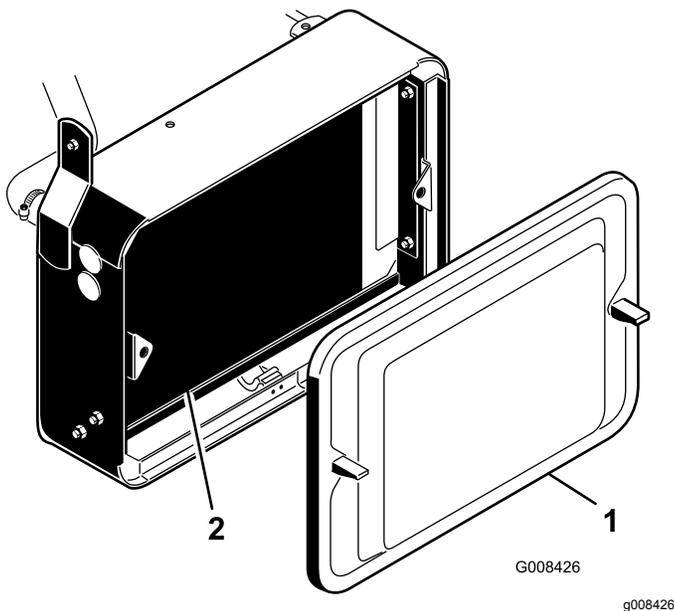

Figura 43
1. Retire la rejilla del radiador (Figura 43).